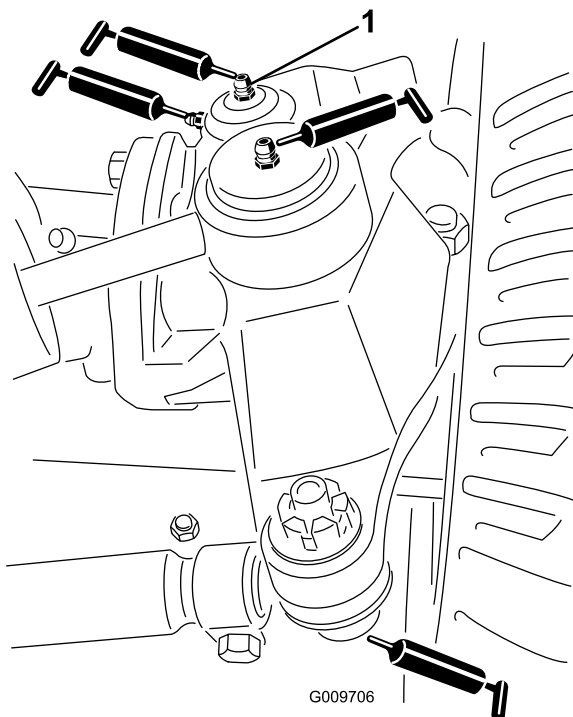

Figure 25
- Rotules de vérin de direction (2) (Figure 25)
- Rotules de biellettes (2) (Figure 25)
- Bagues de pivots de fusées (2) (Figure 25). **Le graisseur supérieur du pivot de fusée ne doit être lubrifié qu'une fois par an (2 injections de graisse).**